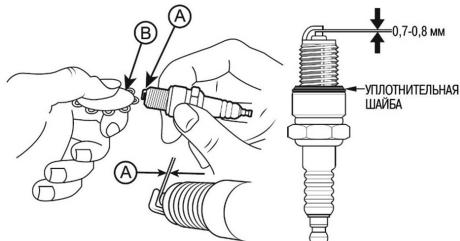

Рис. 31 Проверка межэлектродного зазора
- Измерьте зазор А между электродами свечи зажигания специальным щупом В. Зазор должен быть 0,7-0,8 мм (Рис. 31). При увеличении или уменьшении требуемого зазора, рекомендуется заменить свечу, так как регулировка зазора может привести к изменению качества искрообразования.